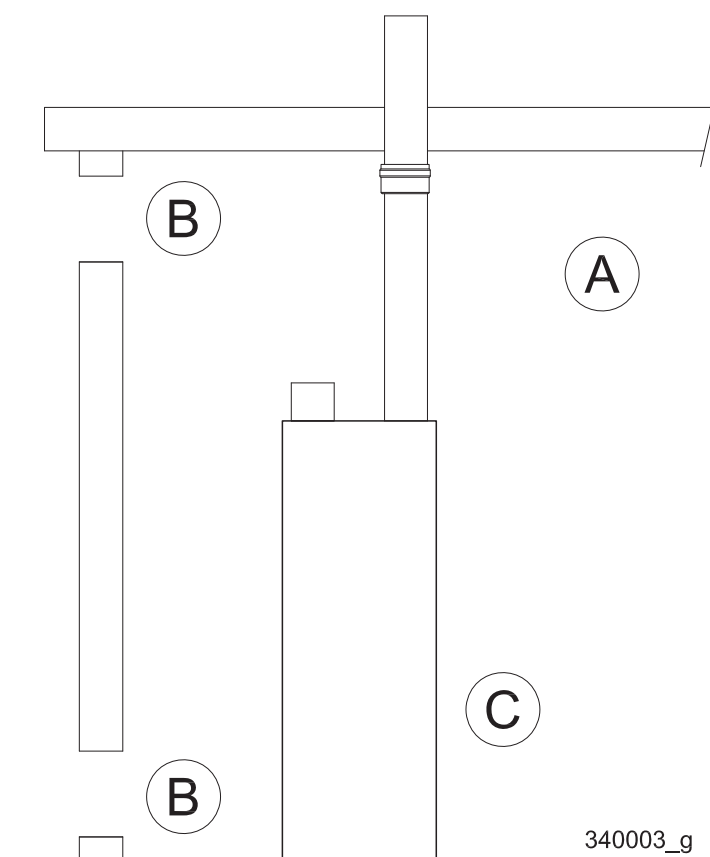

Figura 5-1
Legenda di Figura 5-1
**ATTENZIONE!!!** Se l'apparecchio è alimentato a gas GPL (più pesante dell'aria), una apertura di ventilazione deve essere realizzata a filo del pavimento (consultare in ogni caso le normative di installazione nazionali e locali) (Figura 5-1).